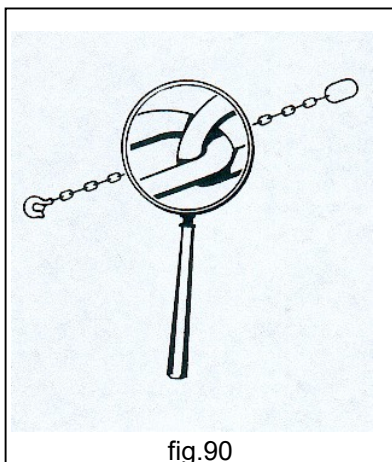

fig.90
- **NUNCA** utilice eslingas sin haber controlado la idoneidad (fig.90).